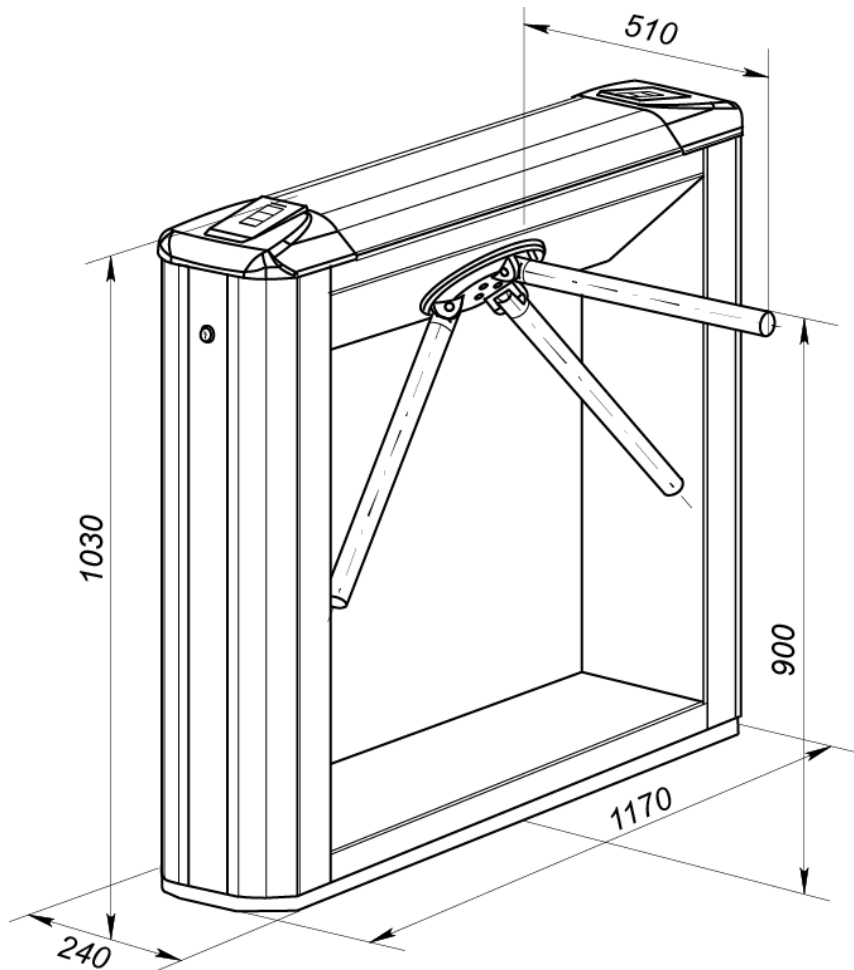

Рисунок 1. Габаритные размеры ЭП
Габаритные размеры ЭП представлены на рис. 1.
Стойка ЭП состоит из каркаса (1), основания (2) и крышки (3). Стойка крепится к полу четырьмя анкерами через отверстия в основании (2). Габаритные размеры ЭП показаны на рис. 1.